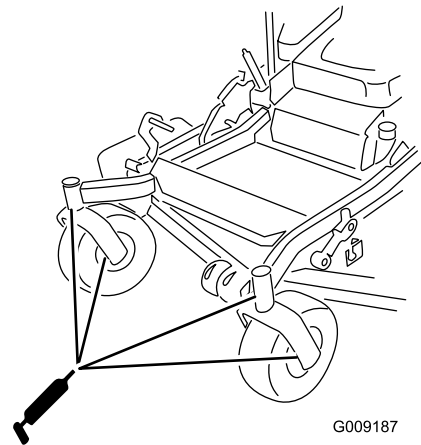

Figure 50
12. Remettez le bouchon hexagonal et le capuchon antipoussière en place (Figure 50).
13. Graissez les roulements des roues pivotantes (Figure 50).